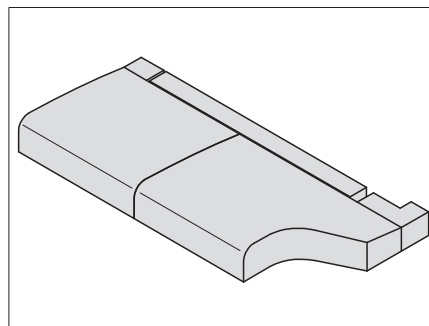
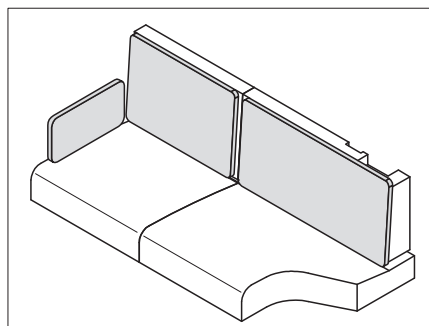

Fig. 213 Posicionar los apoyos del asiento
Fig. 215 Cojines para los apoyos del respaldo
- Colocar el cojín del asiento, el cojín del respaldo y los cojines adicionales como se muestra en Fig. 213 hasta Fig. 215.